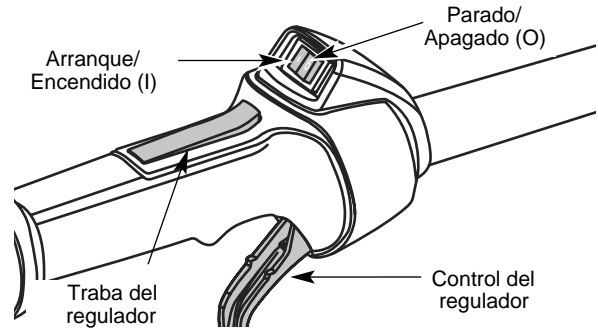

Fig. 20
NOTA: No hay necesidad de encender la unidad. El Control de Parada Encendido/Apagado (On/Off) est¶ en la posici—n Encendido (ON) (I), en todo momento (Fig. 20).
2. Oprima y mantenga oprimido el control de encendido y apagado en la posici—n de APAGADO (O) hasta que el motor se detenga por completo) (Fig. 20).